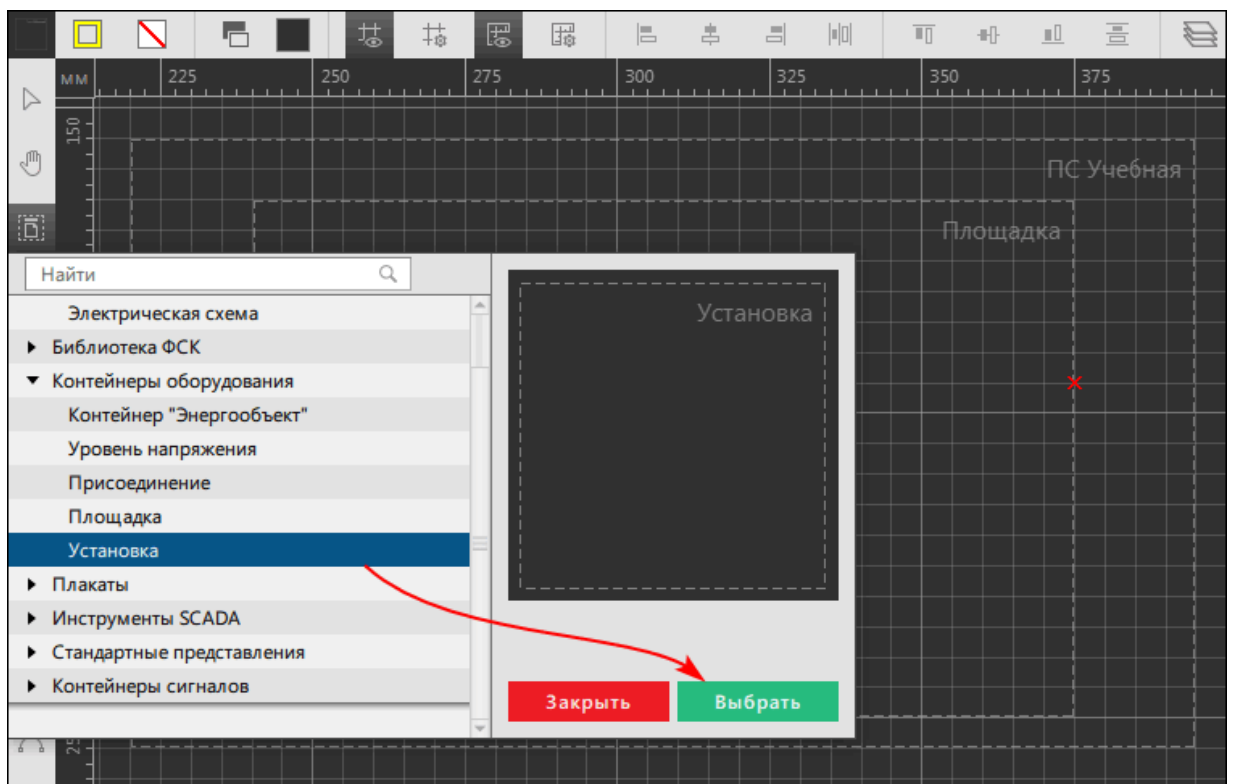

Рисунок 376 - Добавление установки
6. Нажмите на инструмент **Графическое представление** и выберите **Установка** (Рисунок 376).